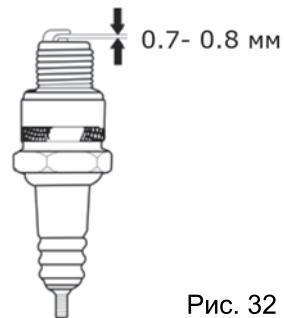

Рис. 32
4. Проверьте зазор между электродами. Он должен составлять 0.7-0.8 мм. При необходимости отрегулируйте зазор (Рис. 32).